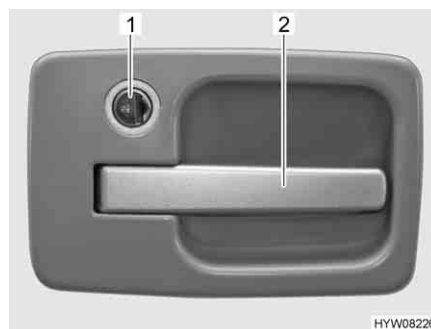

Bild 30 Dörrlås ingångsdörr, utsida
- Stick in nyckeln i låscylindern (Bild 30,1) och vrid till symbolen "🔓". Dörrlåset är upplåst.
- Drag i dörrhandtaget (Bild 30,2). Dörren är öppen.
- Stick in nyckeln i låscylindern (Bild 30,1) och vrid till symbolen "🔒". Dörrlåset är låst.